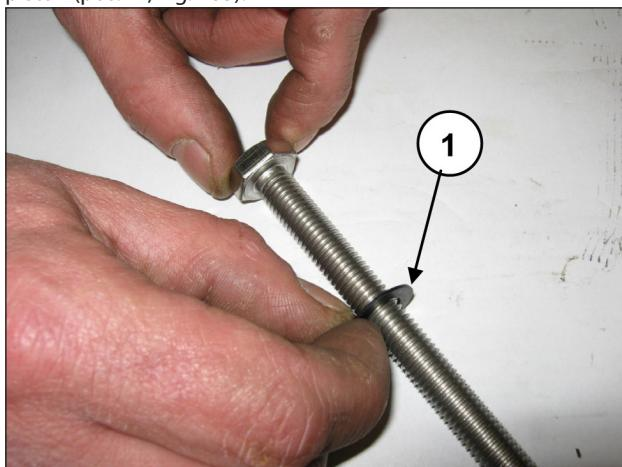

Fig. 183
Introducir la arandela Ø10x18x0,9 en el tornillo de fijación del pistón (pos. ①, Fig. 183).